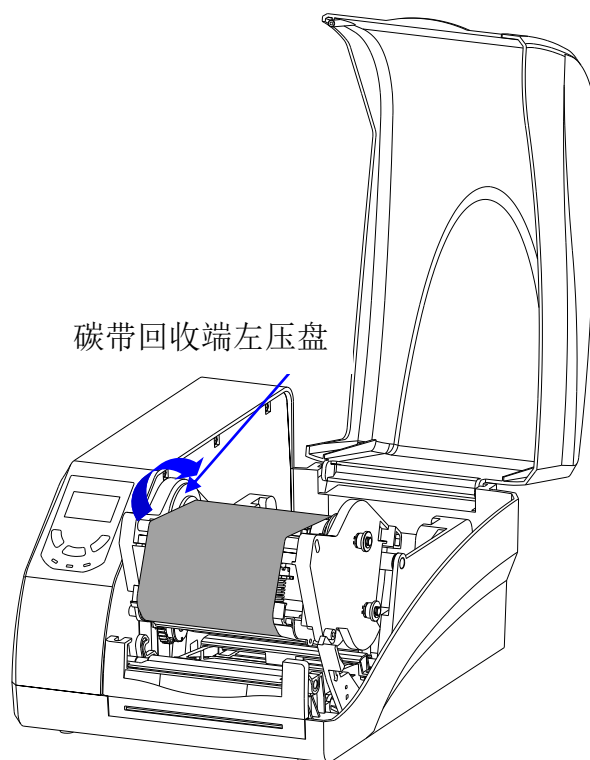

图 2-10
7. 沿顺时针方向转动碳带回收端左压盘，直至碳带绷紧，如图 2-10 所示。碳带安装完成。